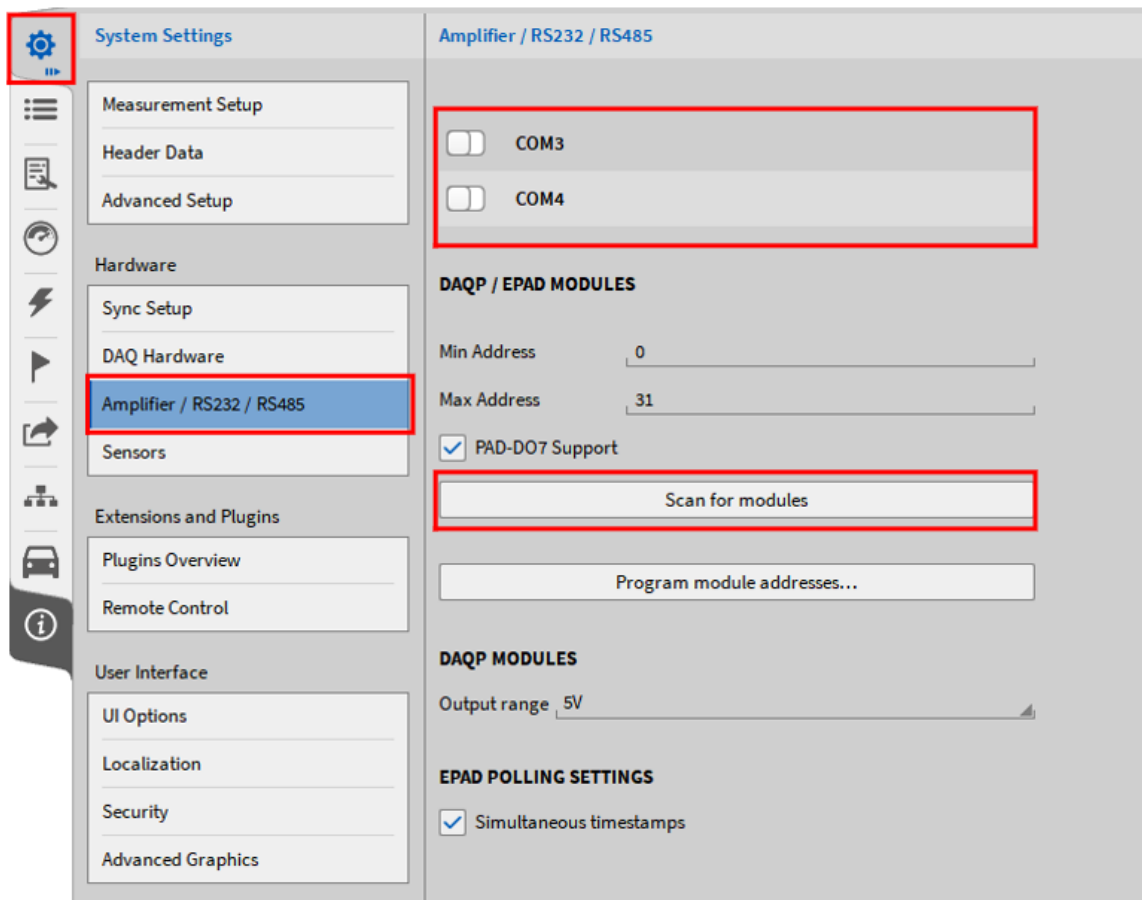

Abb. 4.23: Auswahl des richtigen COM-Ports
- Wählen Sie die serielle Schnittstelle für Ihr EPAD2-Modul, indem Sie auf den *Schnittstelle wählen* Button klicken (siehe Abb. 4.23). Systeme in Europa sind typischerweise COM2 zugewiesen und Systeme in den USA COM3.